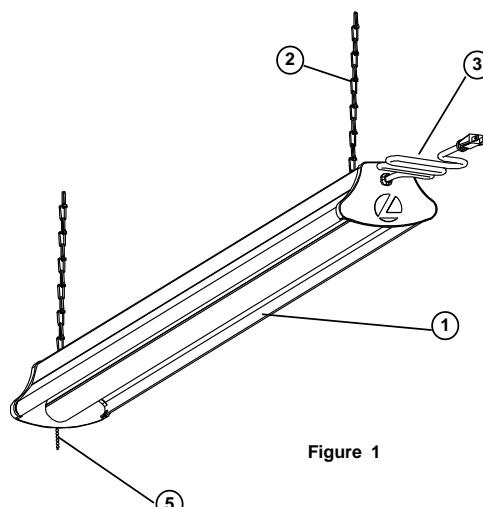

Figure 1
2. Installer deux crochets (non fournis) au plafond. Fixer le crochet en 'S' (4) à la chaîne (2). Glisser le crochet par l'ouverture sur le dessus du boîtier et sortir les deux extrémités du crochet. **Voir la Fig.1.** Avis: La distance maximale à la prise électrique dépend de la longueur du cordon fourni.
2. Install two hooks (not supplied) in ceiling. Attach "S" hooks (4) to chain (2). Slide hook through opening on top of Housing (1) and crimp both ends of hook.-(See Fig.1) Note: Maximum distance to electrical outlet is determined by the length of the cord provided.
2. Instalar dos ganchos (no incluidos) en el techo. Anexar el gancho 'S' (4) a la cadena (2). Deslizar el gancho por la entrada en la parte superior del canal y cierre los dos extremos del gancho.-(**Vea Fig.1.**) Nota: La distancia máxima a una salida eléctrica es determinada por la longitud del cordón proporcionado.